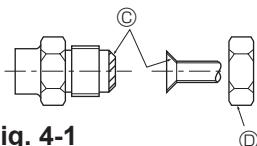

Fig. 4-1
Ⓐ (Fig. 4-1)
Ⓑ (Fig. 4-1)
4.2. З'єднання труб (Fig. 4-1)